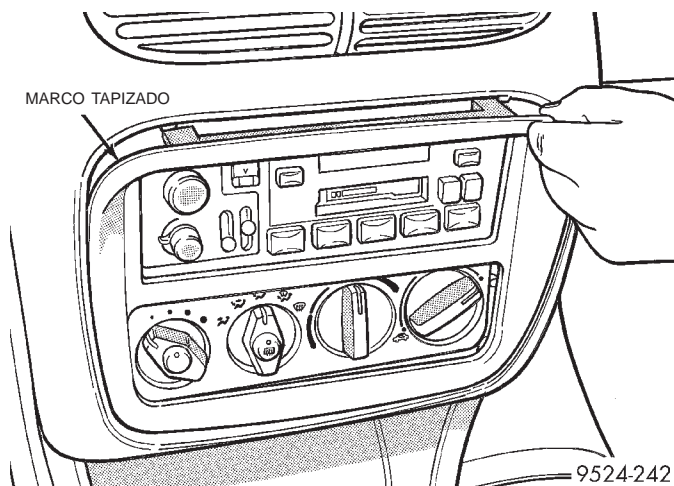

Fig. 66 Marco tapizado
(1) Coloque la llave de encendido en la posición OFF, antes de retirar el módulo de control.
(2) Retire el marco tapizado (Fig. 66).
- (1) Coloque la llave de encendido en la posición OFF, antes de retirar el módulo de control.
- (2) Retire el marco tapizado (Fig. 66).
(7) Retire el marco tapizado (Fig. 66).